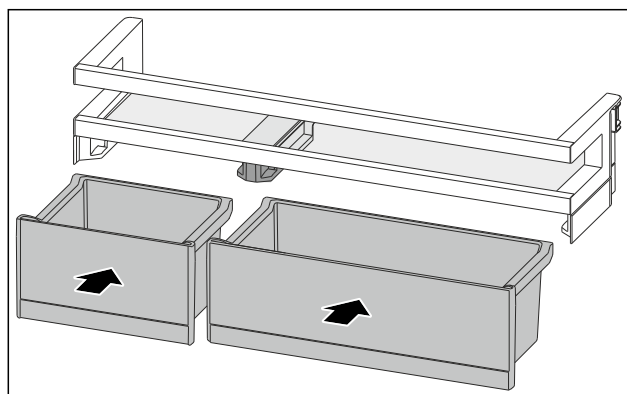

Fig. 192
- ▶ VarioBoxen in getauschter Anordnung einsetzen. (siehe Fig. 192)